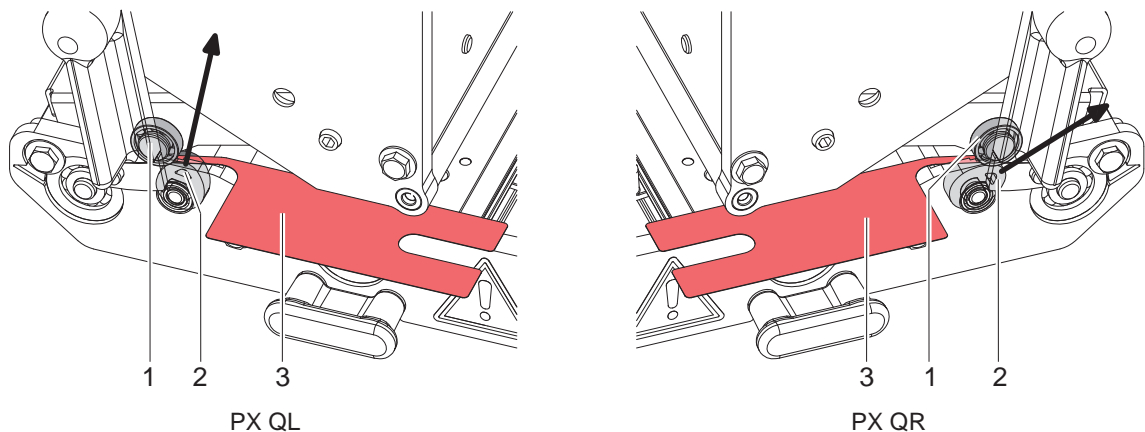

Bild 22 Stellung des Sparexzenters prüfen
- rechts vom Kugellager (1) stehen ▷ Bild 22.